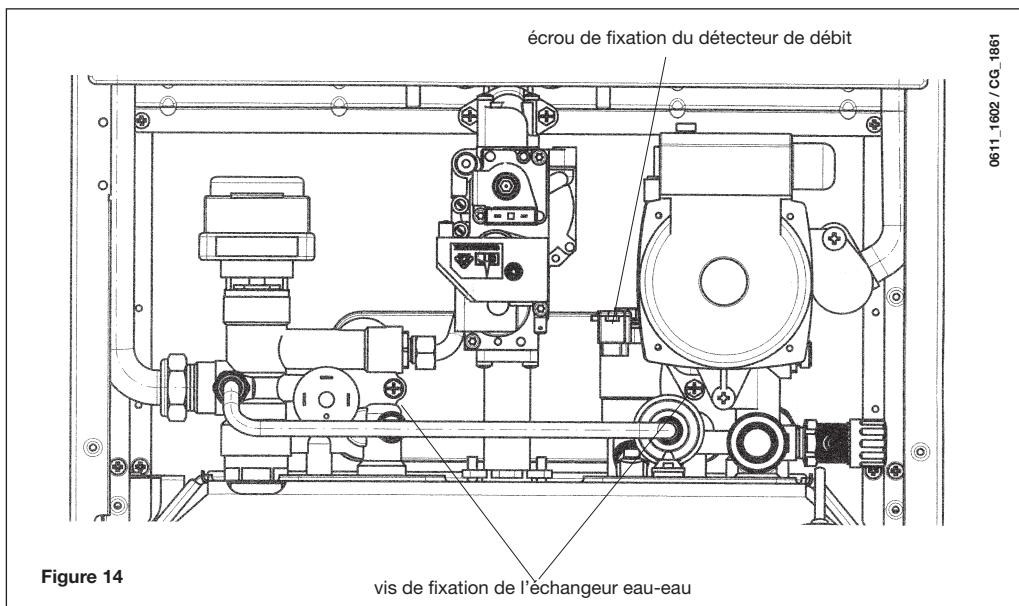

Figure 14
- ôter les deux vis de fixation - visibles à l'avant - de l'échangeur eau-eau et dégager ce dernier de son logement (figure 14).
- Dévisser l'écrou qui se trouve sur le groupe du détecteur de débit (Figure 14);